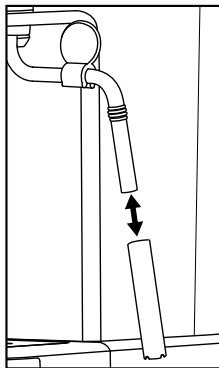

Figura 3
- 5) Scoateți învelișul dispozitivului de spumare a laptelui **10** (figura 3) și curățați-l cu atenție în apă caldă.
- 7) Împingeți la loc învelișul a laptelui **10** (figura 3).